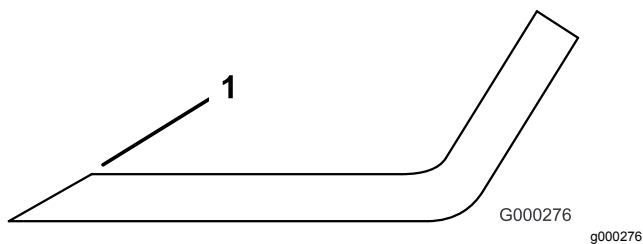

Figura 114
3. Inspeccione los filos de corte de todas las cuchillas, y afílelos si están romos o tienen mellas (Figura 114).
Nota: Afile únicamente la parte superior del filo y mantenga el ángulo de corte original para asegurar un filo correcto (Figura 114). La cuchilla permanece equilibrada si se retira la misma cantidad de material de ambos filos de corte.